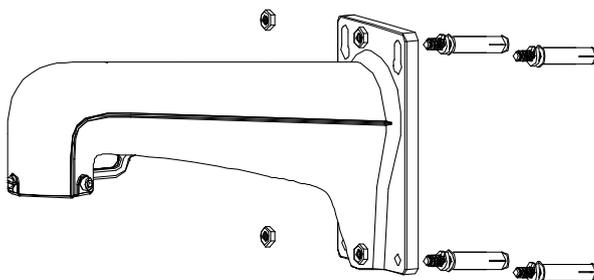

Рис. 1.3. Крепление кронштейна к стене
4. Прикрутите кронштейн четырьмя шестигранными гайками с шайбами (Рис. 1.3).